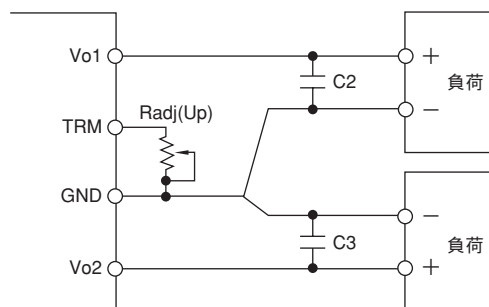

図3-4 可変抵抗接続（トリムアップ）
- a) GND端子間に接続することにより高く設定することができます。図3-4参照